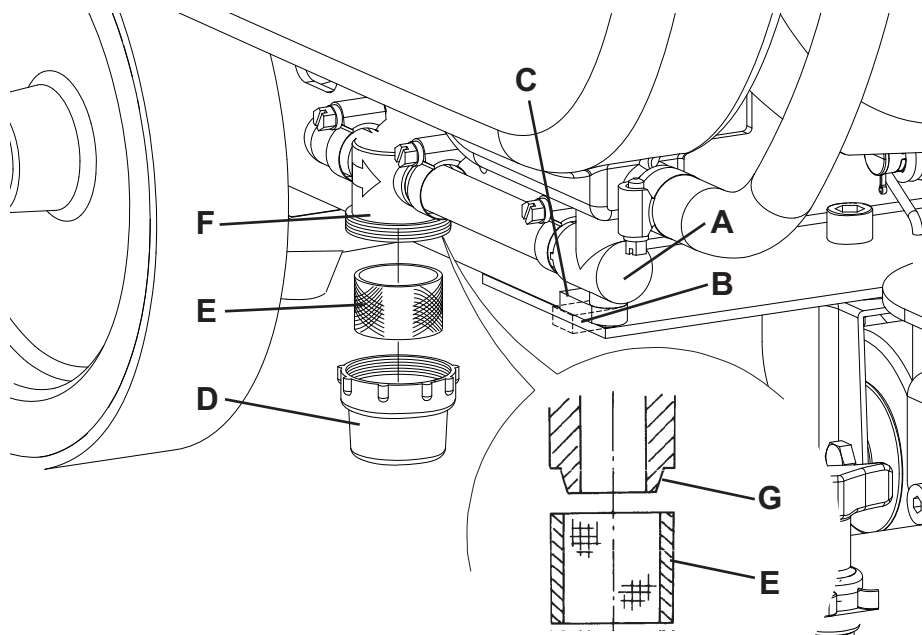

Figure 8
2. Positionner la clé de contact (80) sur "0".
3. Fermer le robinet (A, Fig. 8) de la solution situé dessous la machine, derrière la roue arrière droite. Le robinet (A) est fermé quand il se trouve dans la position (B) par rapport aux tuyaux ; il est ouvert quand il se trouve dans la position (C).
4. Enlever le couvercle transparent (D), puis déposer le filet filtrant (E). Les nettoyer et les reposer dans le support (F).